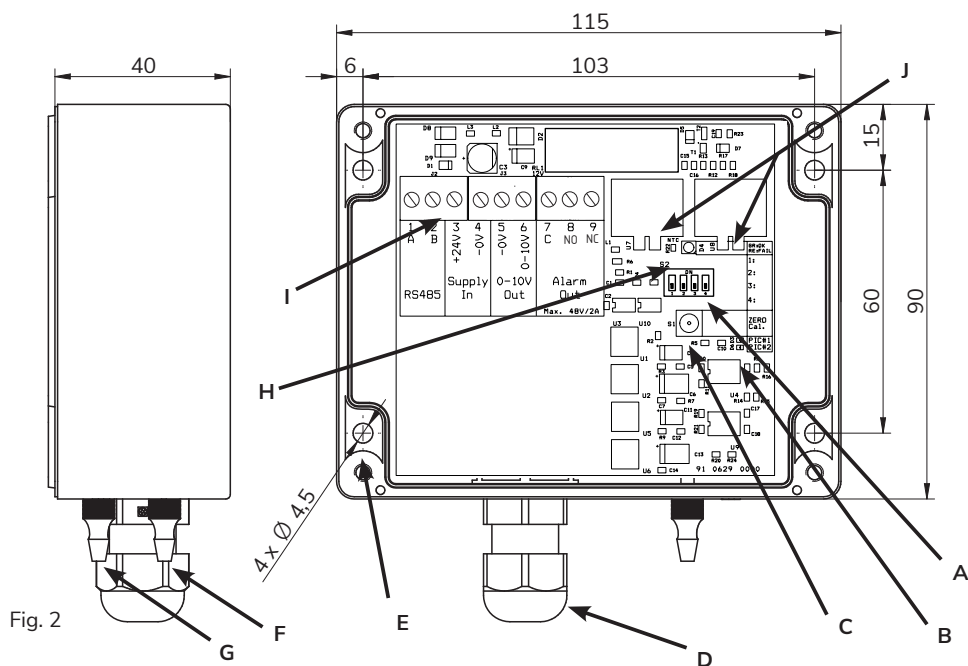

Fig. 2
Forklaring til fig. 2-A
Forklaring til fig. 2-B
Forklaring til fig. 2-C
Forklaring til fig. 2-D
Ved måling av undertrykk monteres trykkslangen på (-) ventilen (fig. 2-F).
Ved måling av overtrykk monteres trykkslangen på (+) ventilen (fig. 2-G).
- Sett DIP-bryter 1 til «ON» (fig. 2-A)
- Trykk og hold knappen i 5 sekunder (fig. 2-C)
- Sett DIP-bryter 1 til «OFF» (fig. 2-A)